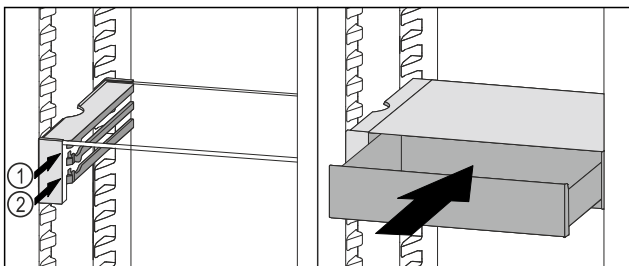

Fig. 108
- ▶ Placer le tiroir VarioSafe derrière les butées sur la nervure désirée Fig. 108 (1) ou Fig. 108 (2).